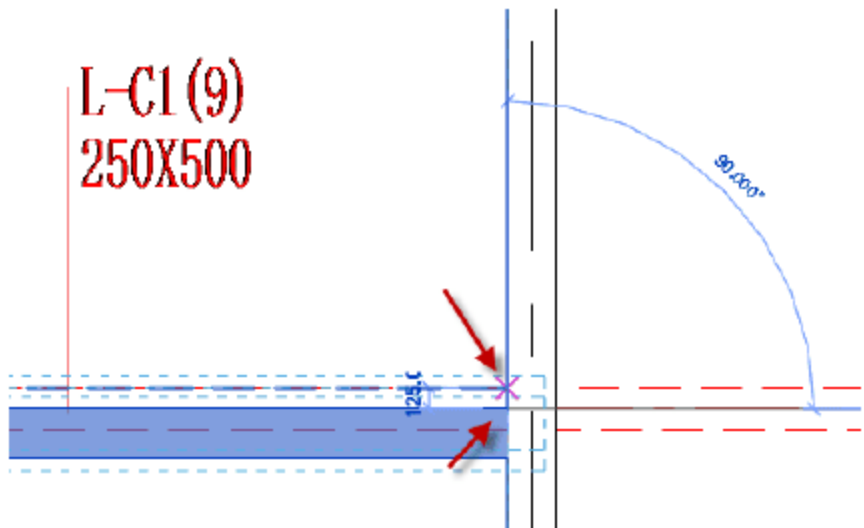

图 4.2.60 调整矩形梁的位置
(10) 调整矩形梁 L-C1 的位置, 选中矩形梁 L-C1, 按快捷键 M+V, 移动矩形梁的位置, 使其与梁线对齐, 如图 4.2.60 所示。